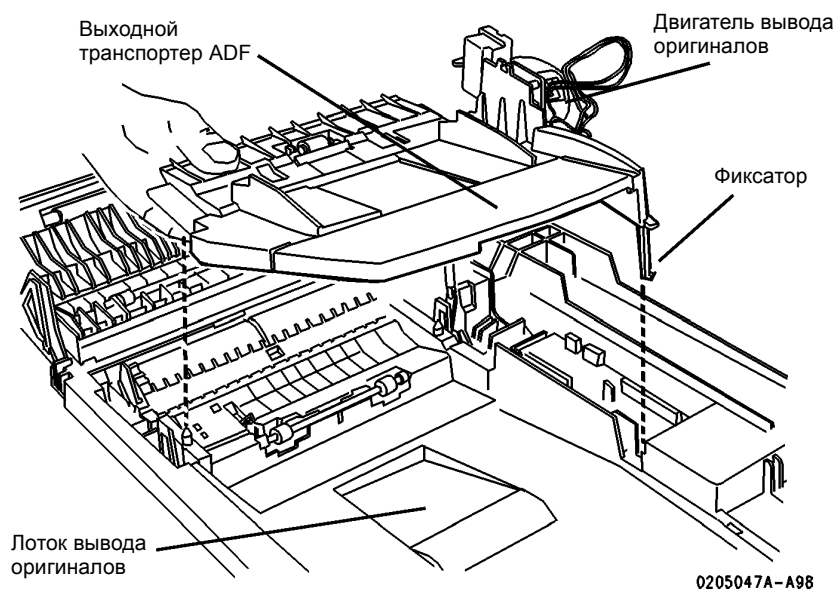

Рисунок 1 Снятие выходного транспортера ADF
4. Снимите входной лоток (имеется только один пластиковый фиксатор, который удерживает лоток в нижнем положении. Он находится рядом с ADF/DADF PWB) (Рисунок 1).